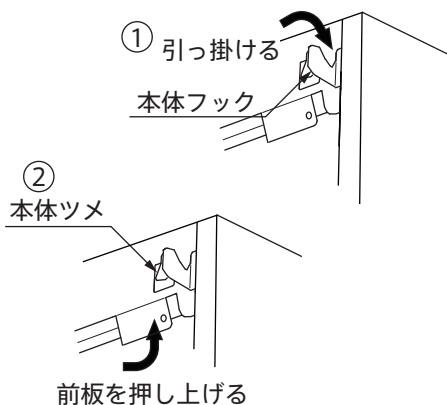

図 9 B部詳細図
- (3) 前板側接続部の下側の穴に、本体側接続部の本体ツメを差し込み、上側の穴より、先ほど外したローレットネジにて固定してください。(図 9)
- (4) 固定金具を前板ツメに掛けて、前板と本体をはさみこみ、チョウネジにてしっかりと固定してください。
- (3) 前板側接続部の下側の穴に、本体側接続部の本体ツメを差し込み、上側の穴より、先ほど外したローレットネジにて固定してください。（図9）